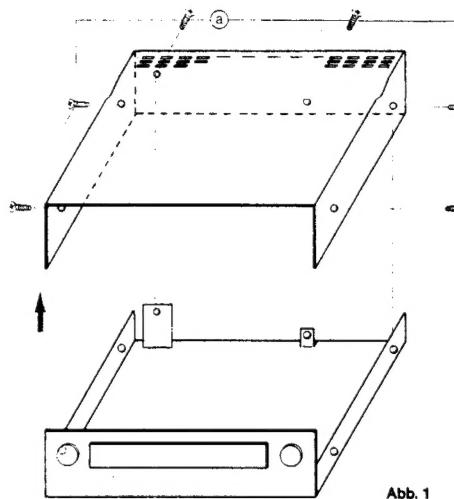

Abb. 1
1. Vier Schrauben (1) an den Seiten und zwei an der Rückwand herausdrehen.
2. Gehäuseoberteil nach oben abheben (Abb. 1).